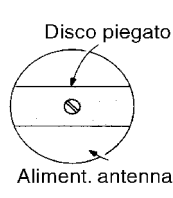

Fig. 17
- Fissare l'elemento di irradiazione di media portata costituito da una "trombetta" con la vite di nylon. Assicurarsi che l'elemento sia in posizione orizzontale rispetto al fronte dell'antenna (Fig. 17).
- Installare lungo il perimetro del corpo centrale d'antenna l'elemento d'irradiazione di bassa portata che è costituito da un foglietto di rame autoadesivo con dimensioni di m 6.4 x 123.8 (Fig. 17).